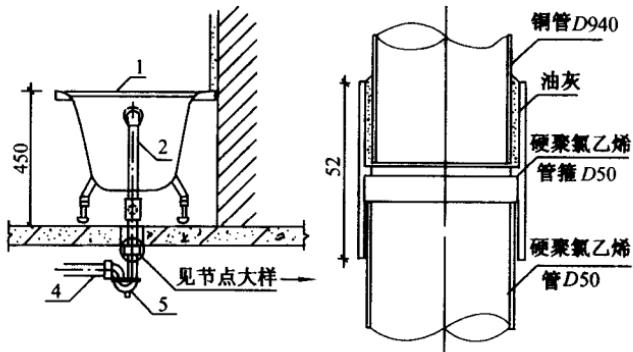

图 1-8 节点详图
3. 详图识读 当某部分构造在平面图或系统图上表达不清楚,不能用文字说明时,可将局部构造放大一定的比例进行绘制,通过这样的方法绘制出的图纸称为节点详图。如水表、管道节点处、消火栓、过墙套管的安装图等(图 1-8)。详图是用正投影法绘出来的,一般在通用标准图集上可套用。